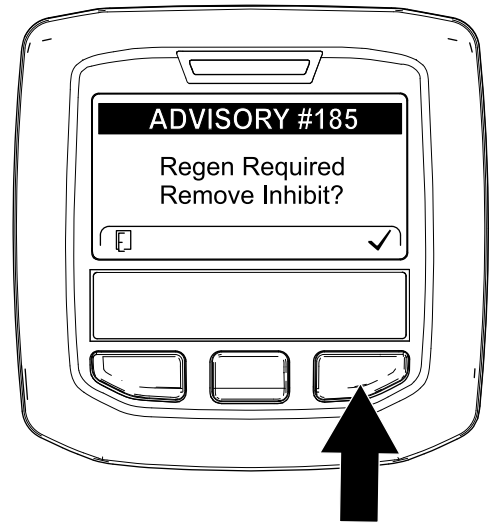

Figure 40
**Remarque:** Si l'option INHIBIT REGEN est à ON, l'InfoCenter affiche ADVISORY #185 (avis n° 185) (Figure 40). Appuyez sur le bouton 3 pour faire passer l'option d'interdiction de régénération à OFF (désactivée) et poursuivez la procédure de régénération commandée.